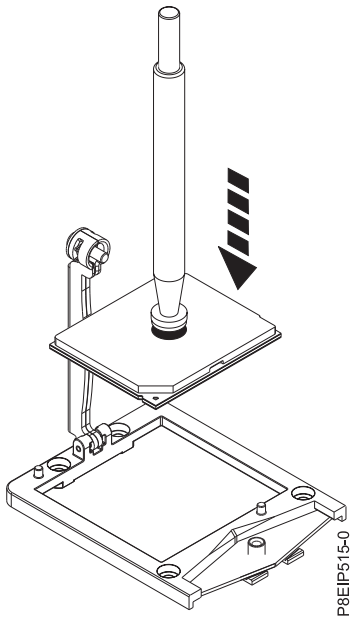

Figure 67. Abaissement du processeur dans le connecteur
- a. Abaissez le stylet et le module processeur système sur le connecteur, comme indiqué dans la figure 67, à la page 58. Alignez l'angle biseauté du processeur avec celui du connecteur. Prenez soin d'abaisser l'outil uniformément sans incliner le processeur.